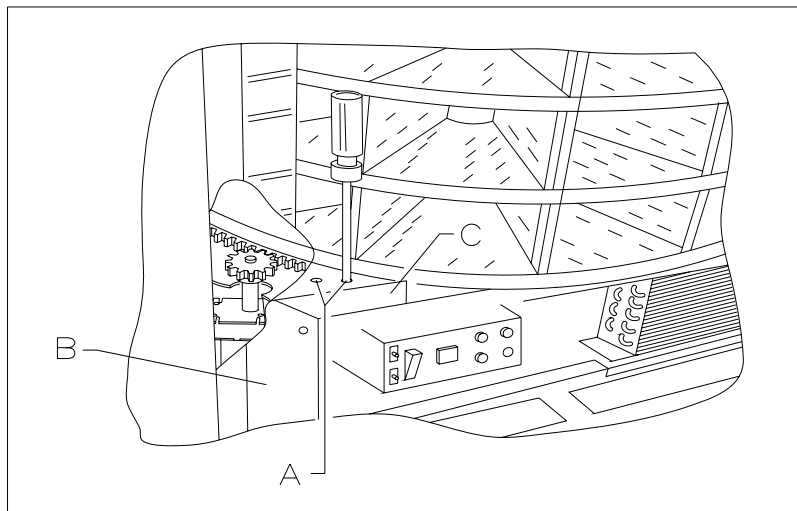

FIG. 16
- 2) Ouvrir la porte et démonter l'élément de support Réf. B FIG. 16.
- 3) Enlever les bouchons Réf. A FIG. 16 et dévisser la protection Réf. C FIG. 16.